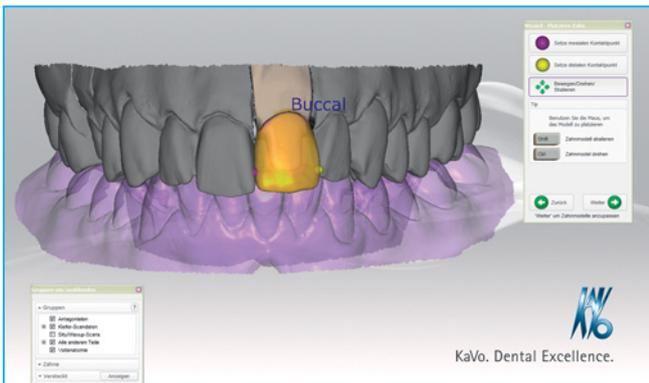

Abb. 7: Software platziert den Bibliothekszahn
14.30 Uhr: Die Software hat den Bibliothekszahn positioniert (siehe Abb. 7).